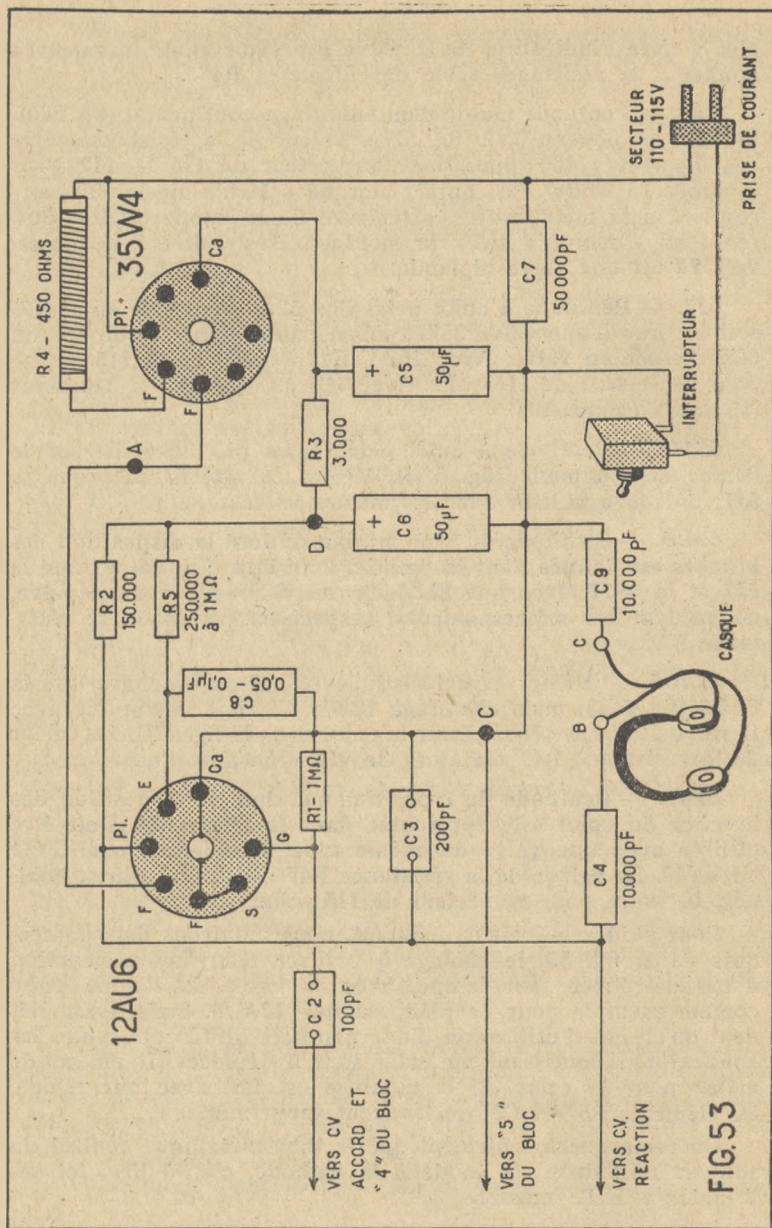

FIG.53
Pour guider le lecteur débutant, nous montrons dans le croquis de la fig. 53, le câblage à réaliser pour la construction d'une détectrice monolampe, avec sa valve. La lampe prise comme exemple pour ce plan, est une 12AU6, mais il est évident qu'en cas d'utilisation d'une penthode différente seules les connexions aboutissant au culot sont à déplacer. Il en est de même pour la valve. Si le montage est fait avec une triode, les éléments R5" et C8" se trouvent supprimés.
1. — Soit le montage de la figure 53 auquel nous voudrions ajouter une triode, pour avoir plus de puissance. Tout d'abord, étant donné qu'il s'agit d'un poste à lampes miniatures, nous devons choisir notre triode supplémentaire dans la même série,
3. — Nous pratiquons une coupure en A, dans le circuit des filaments de la fig. 53 et y intercalons le filament de la 12AT6.
4. — Nous enlevons le casque du montage 53 et branchons en B la connexion de grille (G) de la 12AT6, cette grille étant, par ailleurs, réunie à la « masse » de l'ensemble, c'est-à-dire à un point quelconque marqué C, par la résistance de fuite R6", de 500.000 ohms à 1 Meg. (ce n'est pas critique).
7. — La plaque (PL) de la 12AT6 sera reliée, par la résistance R8" de 25.000 à 50.000 ohms, au « plus » de la haute tension (après le filtrage), c'est-à-dire au point D de la fig. 53. D'autre part, la même plaque, sera réunie, par le condensateur C10", de 10.000 à 20.000 pF, à la prise de casque.
9. — Enfin, il ne faut pas oublier que si nous ajoutons une lampe au montage, nous devons diminuer la valeur de la résistance série des filaments (R4"). Dans le cas de la fig. 53, cette résistance est de 450 ohms, valeur que nous devons ramener à 360 — 370 ohms si nous ajoutons une 12AT6.